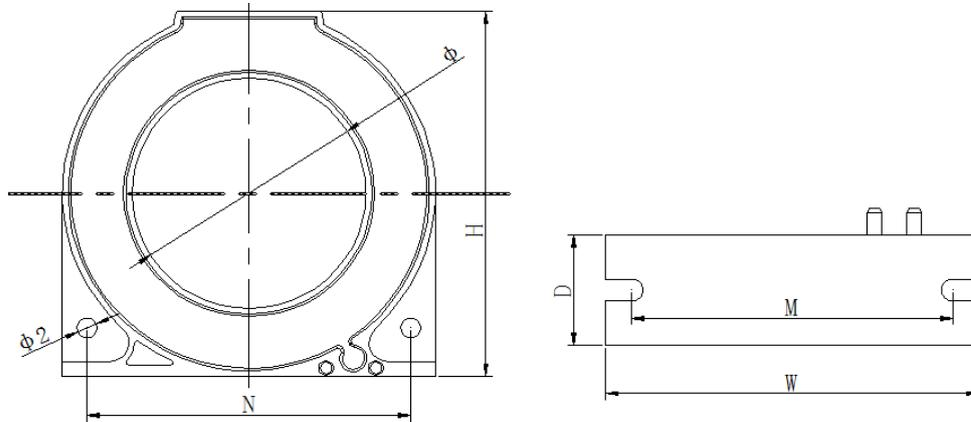

图 6 漏电流互感器外形尺寸
5.3.3 漏电流互感器外形尺寸如图 6、表 5 所示（单位：mm）：（结构回复这一部分的型号还没决定好？）